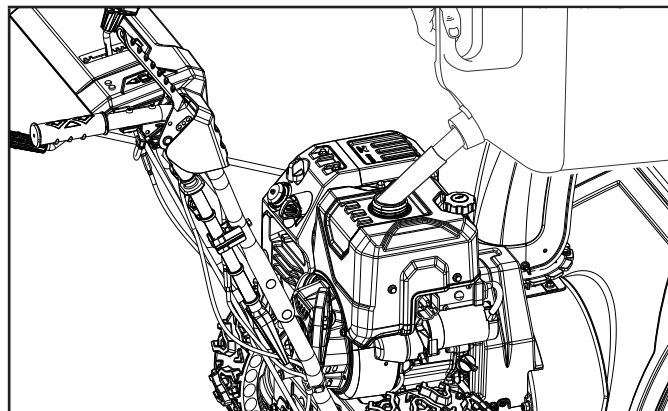

Figure 13
2. Ajoutez du carburant jusqu'à la limite inférieure du niveau de carburant dans le col du réservoir. Ne remplissez pas trop le réservoir. Essuyez le carburant renversé avant de démarrer la souffleuse à neige. (fig. 13).